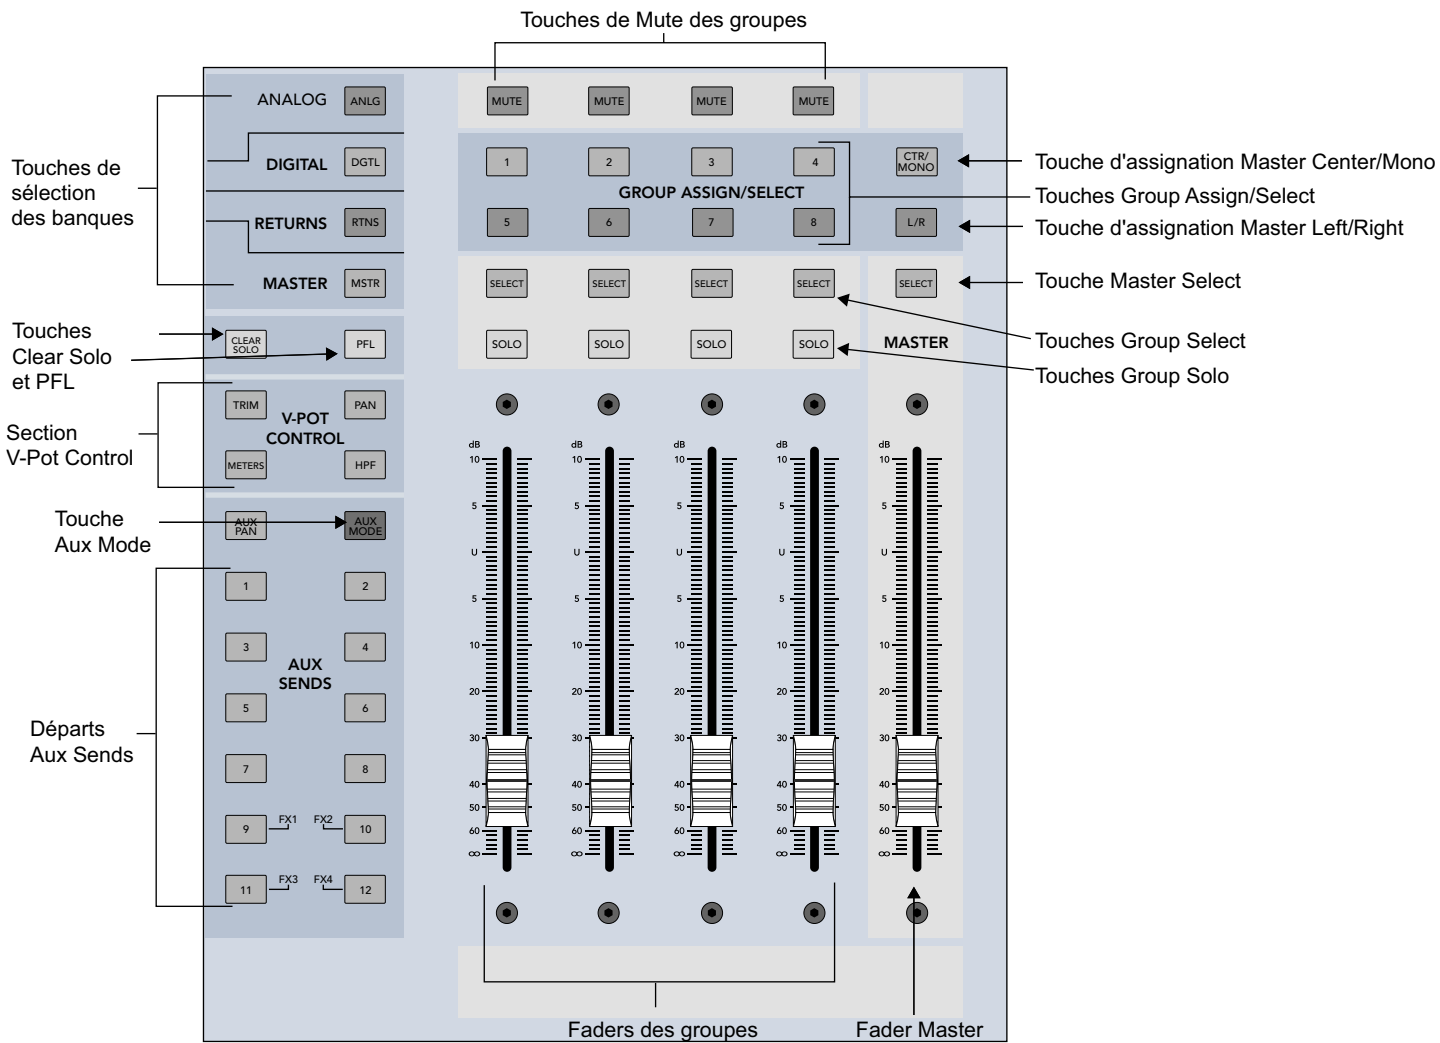

Figure 2-3 Sections Aux, Group et Master
ASSIGN (Figure 2-3) enfoncée et appuyez sur la touche **SELECT** de la voie 1. Les touches **SELECT** de toutes les voies s'allument, indiquant qu'elles sont toutes routées à la sortie Main. Le signal du micro, dont le niveau est réglé à l'aide du Fader Master, doit être audible dans les enceintes de façade reliées aux sorties **MAIN OUT**.
13. Appuyez sur la touche **AUX SENDS 1** dans la section V-POT CONTROL (Figure 2-3).
- Appuyez sur la touche **PAN** dans la section V-POT CONTROL (Figure 2-3).